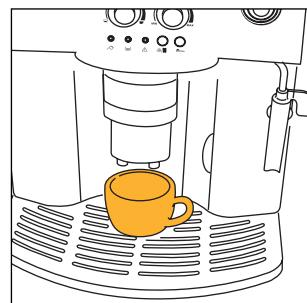
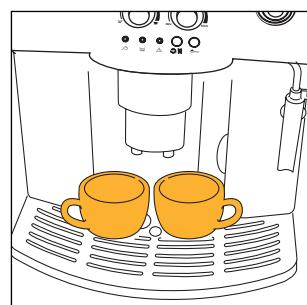
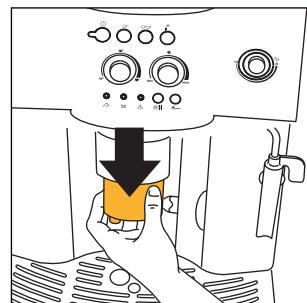

Fig.9
Fig.10
Fig.11
- 4) Sett 1 kopp (fig. 9) eller 2 kopper (fig. 10) under tutene. For å få godt skum på kaffen, la tutene komme så nærmere kaffekoppene som mulig, ved å senke kaffeutslippsenheten (fig. 11).